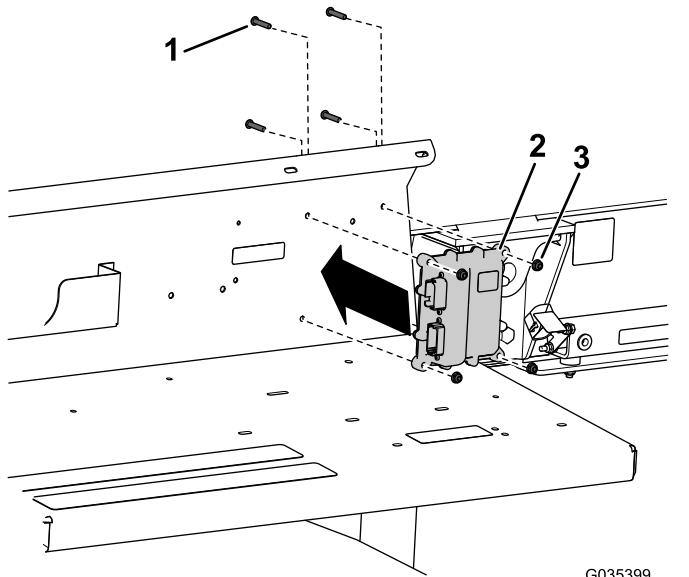

図 6
3. コントローラをフェンダーガードに固定するキャップスクリュ $\frac{1}{4} \times 1\frac{1}{4}$ インチ4本とナット $\frac{1}{4}$ インチ4個を使用して図6のように取り付ける。
重要 ねじの取り付け向きを間違わないように注意してください図6を参照。逆向きに取り付けるとホッパーを下降させた時にホッパーに当たります。